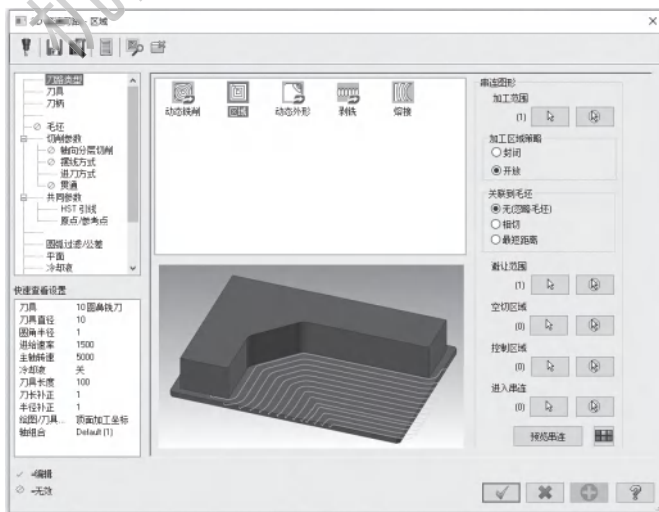

图 5-49 选择区域加工方式
2) 系统弹出【2D 高速刀路-区域】对话框, 打开【刀路类型】选项卡, 选择【区域】方式, 如图 5-49 所示。